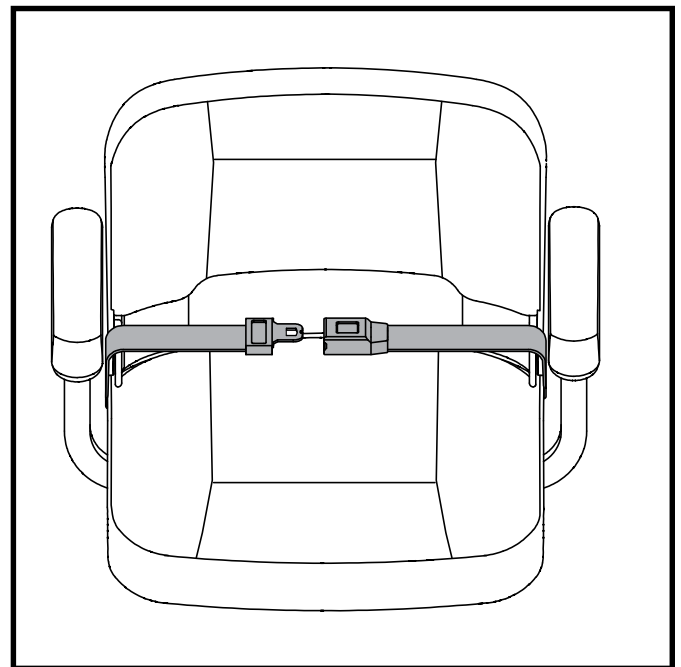

Abb. 17. Rückhaltegurte - Rückhaltegurt mit Schloss
1. Schloßzunge in das Schloßteil stecken, bis der Schnellverschluß hörbar einrastet. **Siehe Abb. 17.**